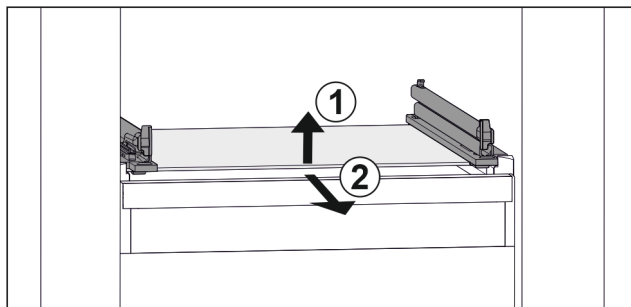

Fig. 45 Rappresentazione esemplificativa del ripiano in vetro
- ▶ Sollevare il ripiano in vetro dal davanti. Fig. 45 (1)
- ▶ Rimuovere il ripiano in vetro tirando in avanti. Fig. 45 (2)